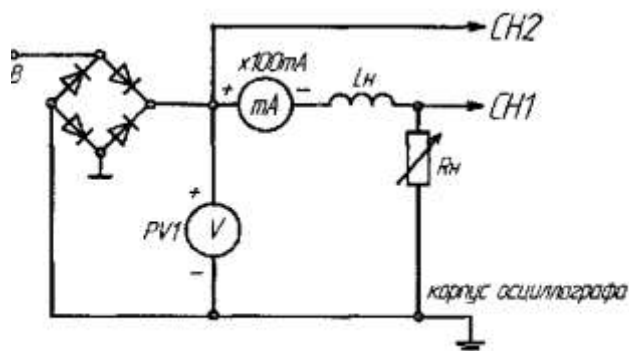

Рис. 3
1) Собрать схему по рис. 3. Включить один или два дросселя последовательно. Установить заданное значение тока нагрузки. На экране осциллографа наблюдать осциллограммы напряжений на входе и выходе фильтра;